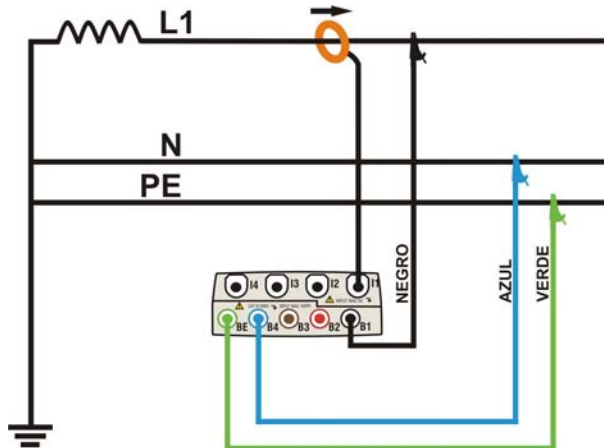

Fig. 121: Conexión del instrumento en un sistema Monofásico
2. Conecte los cables de medida de la tensión sobre los conductores de Fase, Neutro y Tierra respetando los colores como muestra la Fig. 121.
3. Conecte la pinza de corriente sobre el conductor de Fase L1 como muestra la Fig. 121 **respetando el sentido de la flecha** presente sobre la misma pinza, indicando la dirección convencional de la corriente generada por la carga. **Verifique siempre, en la pantalla de la sección Visualización Medida, que la Potencia Activa P sea siempre positiva y que el factor de potencia Pf correspondiente a la carga, normalmente inductiva, antes de activar un registro.** En caso de valores negativos de la potencia activa gire la pinza 180° sobre el conductor.